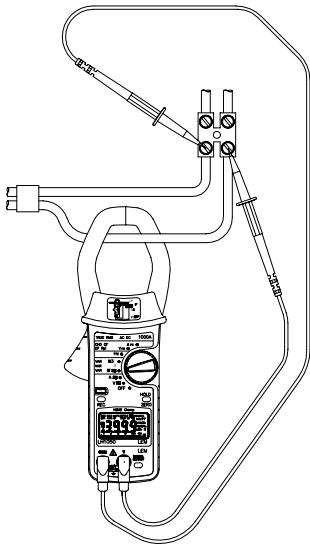

Fig. 4
- Appuyer sur la poignée pour ouvrir les mâchoires puis placer la pince autour du conducteur de courant, comme illustré dans la Fig. 4.
- Lorsqu'il est configuré pour mesurer la puissance (Fig. 4) avec les câbles de tension connectés et la pince autour du conducteur, l'instrument affiche la fréquence de la source de courant (si ARMS >1A). Si la ARMS < 1A, une mesure de la fréquence de tension est effectuée (si VRMS > 10V) ; autrement, ---.- est affiché.